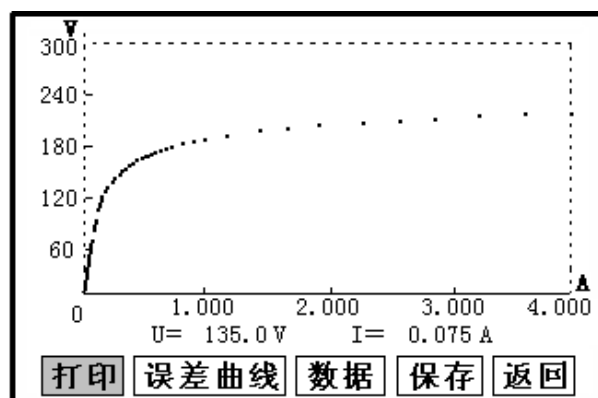

图 7
接线图见 (图 6), 测试仪的 A、X 为电压输出端, 试验时将 A、X 分别接互感器的 S1、S2 (互感器的所有端子的连线都应用甩开)。合上功率开关, 设置完毕按“**开始**”键后, 再按下“**确定**”键, 即可进入试验界面。试验开始后仪器将自动升压、升流并在界面上实时显示电压、电流值。当实际电压、电流值达到设置输出电压或输出电流值时试验结束, 试验完成后, 切断电压输出, 显示拐点电压、电流值, 并绘出伏安特性曲线图。(见图 7)
试验结束后，屏幕显示出伏安特性测试曲线（见图 7）。该界面上各操作功能如下：
- **误差曲线**：在图 7 的界面中，将光标移至“误差曲线”选定后，屏上
如果用户想查看或转存其中的某一个记录，可以将光标移动到该组记录，点击后液晶屏上会显示此记录的伏安特性曲线，如图 7 所示，在此界面下，用户可以打印，计算误差曲线，查询拐点、数据等功能。